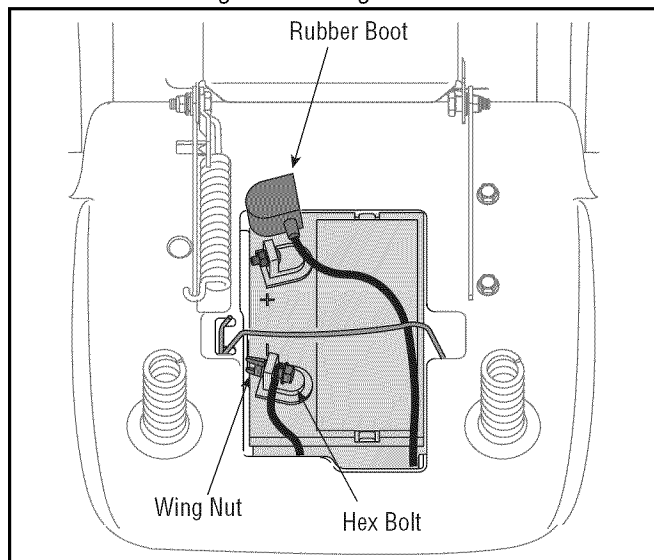

Figura 1
- Asegúrese de que la tira de sujeción hacia abajo esté en la posición correcta sobre la batería, sujetando dicha batería en su lugar. Vea la Figura 1.